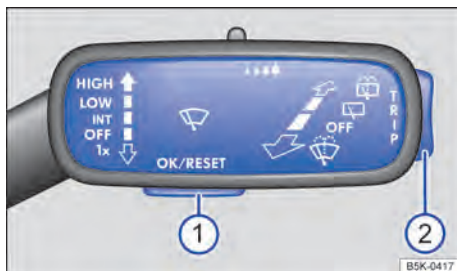

Fig. 23 À direita na coluna de direção: botões na alavanca dos limpadores do para-brisa (representação esquemática).
Enquanto uma mensagem de advertência de prioridade 1 → Página 18 estiver sendo exibida, não será possível acessar os menus. Algumas mensagens de advertência podem ser confirmadas e ocultadas com o botão → Fig. 23 **1**.
- Se for exibida uma mensagem ou o pictograma de veículo, pressionar o botão → Fig. 23 **1**, caso necessário, pressionar várias vezes.